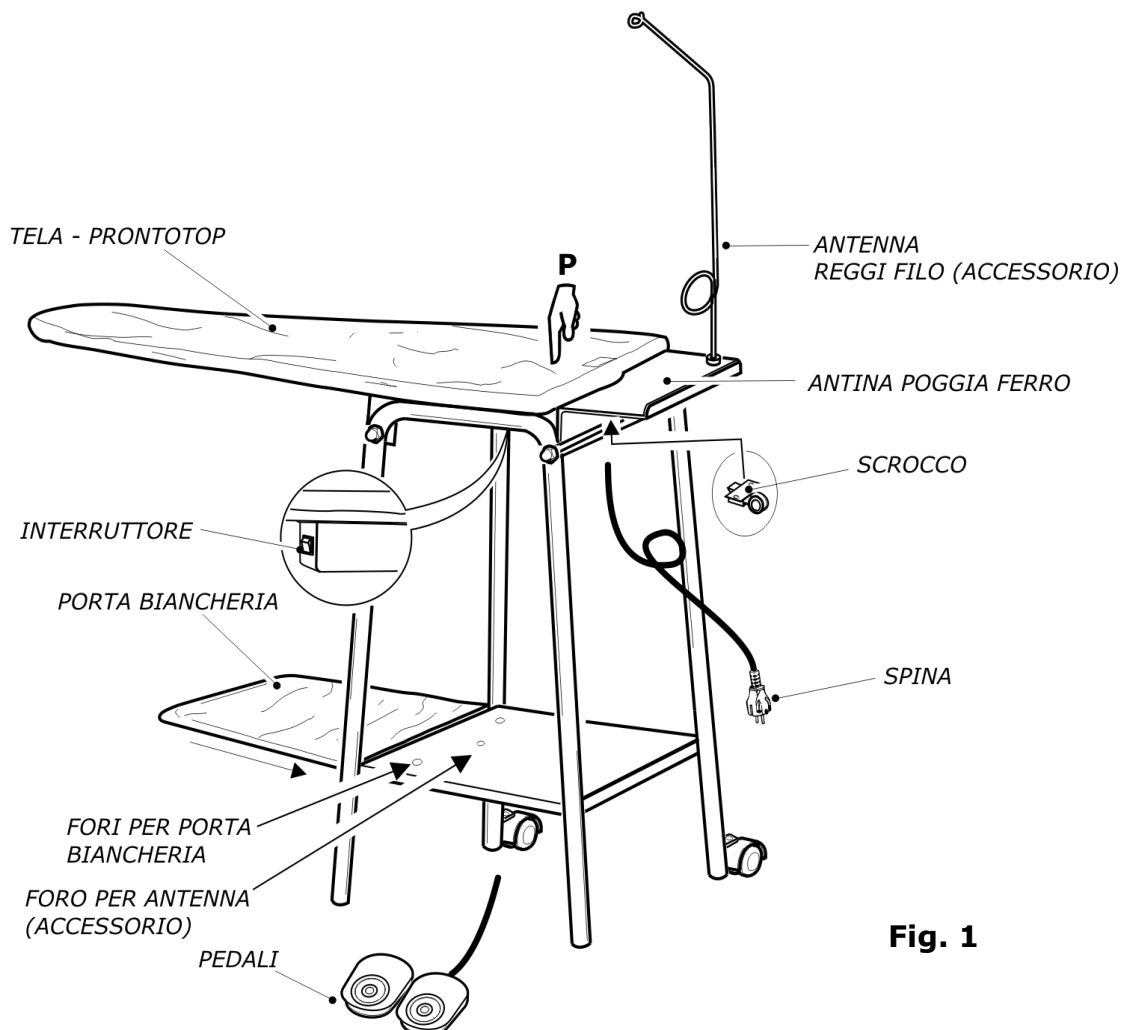

Fig. 1
2. Estrarre il T250P dalla scatola, ruotare l'antina poggia ferro verso l'esterno e inserire l'antenna nell'apposito porta antenna (fig. 1), avendo l'avvertenza di inserirla bene fino in fondo.
3. Posizionare il piano da stiro in posizione orizzontale e premere sul punto **P** (fig. 1) finché il piano non si aggancia allo scrocco.
2. Accendere l'interruttore verde sotto il piano (fig. 1).